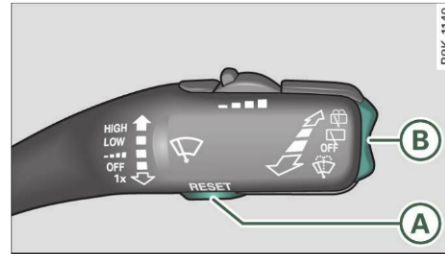

Fig. 11 Maneta ștergătoarelor de parbriz: Elemente de comandă calculator de bord
Apăsând pe tasta **RESET** (A) ⇒ fig. 11 se poate comuta între funcțiile calculatorului de bord 1, 2 și programul economic*.
- Pentru a afișa domeniile de memorie ale calculatorului de bord, apăsați tasta **RESET** (A) ⇒ fig. 11 până când pe afișaj apare domeniul de memorie dorit.
- Pentru a afișa informațiile dintr-un domeniu de memorie, pe rând, apăsați în sus sau în jos comutatorul funcțional (B).
- Apăsați tasta **[RESET]** **(A)**, până când se afișează programul de eficiență ⇒ pagina 25, fig. 11. ►
- Apăsați comutatorul funcțional ⇒ *pagina 25*, fig. 11 **B** în programul de eficiență, până când pe afișaj apare indicatorul.
- Apăsați comutatorul funcțional ⇒ *pagina 25*, fig. 11 (B) în programul de eficiență, până când pe afișaj apar consumatorii suplimentari.
- Pentru a anula o indicație imediat după afișarea ei, apăsați tasta (RESET) ⇒ *pagina 25*, fig. 11 (A), sau
- Apăsați comutatorul funcțional ⇒ *pagina 25*, fig. 11 (B).